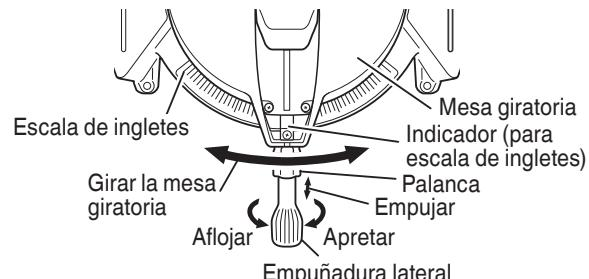

Fig. 16
- (1) Afloje la empuñadura lateral y empuje la palanca para los topes de ángulo. Luego, ajuste la mesa giratoria hasta que el indicador se alinee con el ajuste deseado de la escala de ángulos de inglete (Fig. 16).
- (2) Vuelva a apretar la empuñadura lateral para asegurar la mesa giratoria en la posición deseada.